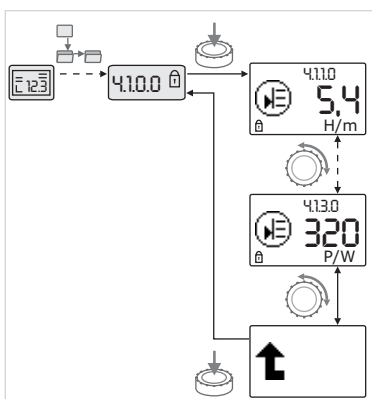

Fig. 44: Accesarea informațiilor
- Prin rotirea butonului roșu comandați elementele de meniu de tipul „Informații” ale submeniului actual (vezi fig.44). Pentru legenda setărilor reprezentate prin simboluri, vezi tabelul din capitolul 8.7 „Elemente de meniu de referință” la pagina 36.